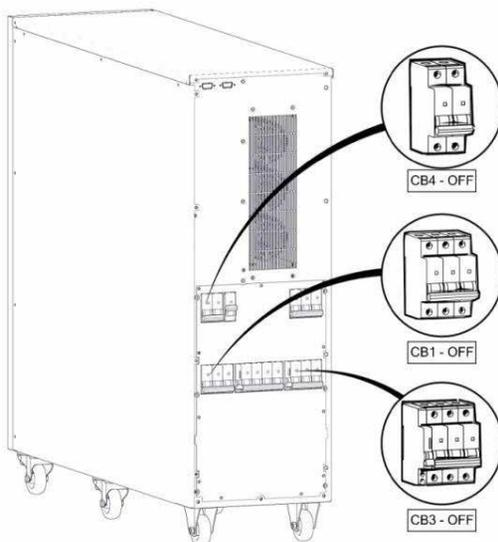

Рисунок 4.10. Положение CB1, CB3 и CB4
3. Разомкнуть выключатели CB1, CB3 и CB4 (см. рис. 4.10).